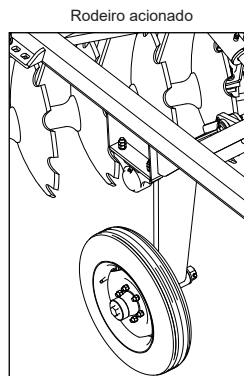

FIGURA 23
- Mangueiras (A) - Conecte o engate rápido A no trator e o terminal curvo giratório TCG no ponto A no cilindro (01).
- Mangueiras (B) - Conecte o engate rápido B no trator e o terminal curvo giratório TCG no ponto B no cilindro (01) após feito os processos acione o sistema de óleo hidráulico para colocar a grade aradora em posição de transporte (Figura 23).